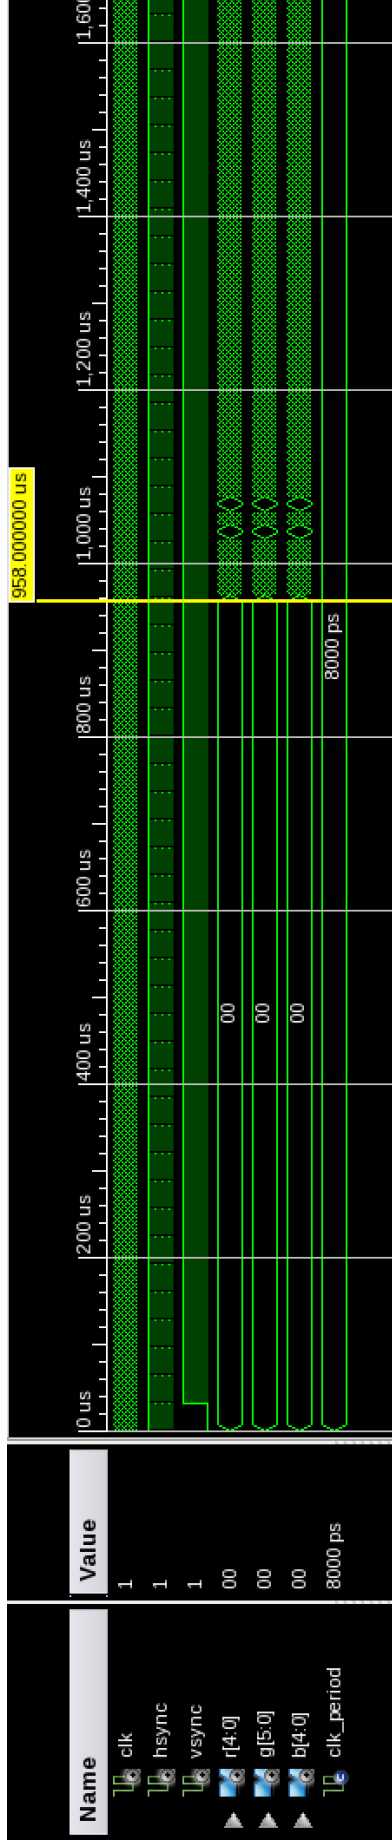

FIGURE 1 – Simulation sur une fenêtre de 1,6ms (affichage en hexa)
**Question 2** Simulez le circuit VGA complet (décrit dans le fichier `vhd/VGA_bitmap.vhd`) pendant une durée de simulation de 17ms1 et vérifiez que le début de l'image correspond aux captures des figures 1 et 2. Pour cela taper la commande `make run_simu TOP=VGA_bitmap`.